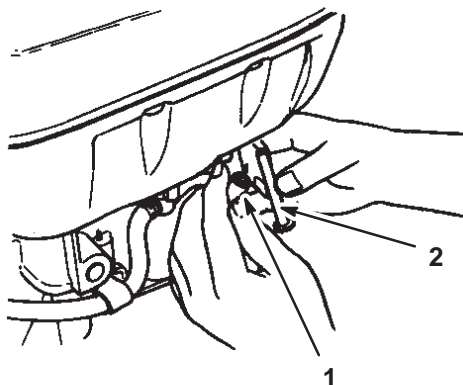

Figure 23
4. Desserrez le collier de fixation pour débrancher la conduite d'alimentation du réservoir de carburant (Fig. 23).
5. Déposez le filtre à carburant du réservoir (Fig. 23).